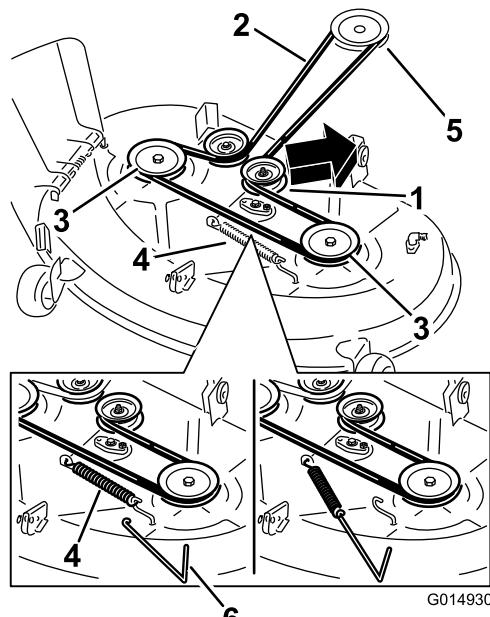

Figure 60
4. À l'aide d'un outil de dépose de ressort (réf. Toro 92-5771), décrochez le ressort du crochet sur le plateau pour éliminer la tension sur la poulie de tension et déchaussez la courroie des poulies (Figure 60).
5. Acheminez la courroie neuve autour des poulies du moteur et du plateau de coupe (Figure 60).
6. À l'aide d'un outil de dépose de ressort (réf. Toro 92-5771), accrochez le ressort à l'ergot sur le plateau pour tendre la poulie de tension et la courroie de plateau de coupe (Figure 60).